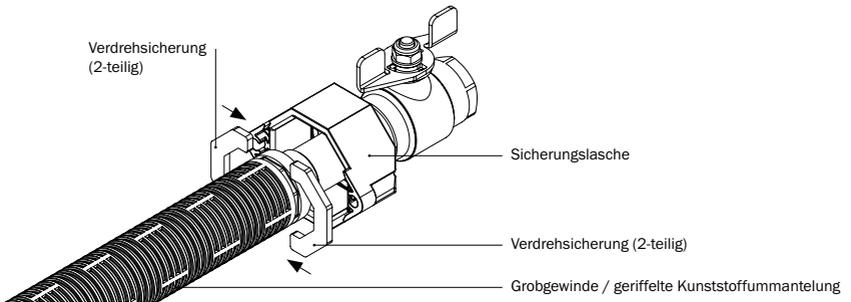

Abbildung 5.4: Positionierung der Verdrehsicherung
- Beide Teile der Verdrehsicherung um die 8-Kant-Aufnahme der Gashauseinführung Voigt DN 25 stecken (s. Abbildung 5.4).